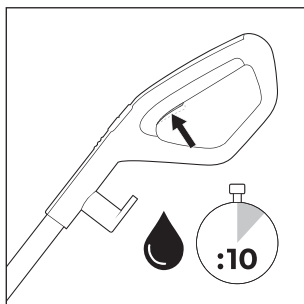

Rys. 12
- ♦ Odwinń kabel zasilający **17** całkowicie z uchwytów kabla górnego i dolnego **16/20**. Aby szybko odwinąć kabel zasilający **17** z uchwytów kabla **16/20**, wyciągnij nieco górny uchwyt kabla **16** i obróć go w dół (patrz rys. 12).